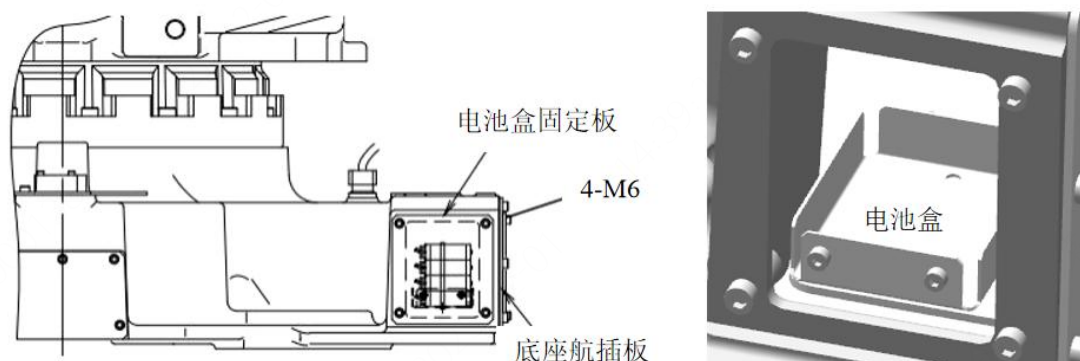

图 4-6 ER210-2700 V2 机器人电池组位置图
3) 从电池组安装板上取下旧电池，将新电池固定在板上，注意电池正负极性。重新连接电池线缆，如下图 4-6、4-7 所示。